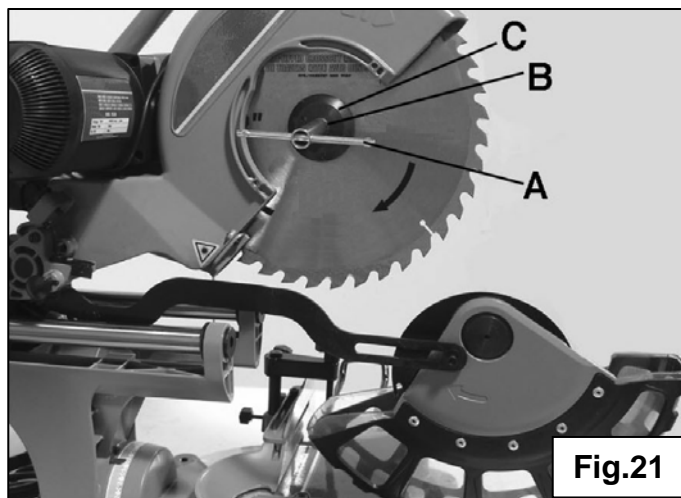

Fig.21
3. Tirate sulla placca verso il piano appoggio pezzo tenendo il proteggi lama verso il basso. Appoggiate il tutto al piano appoggio pezzo. Questo vi permetterà di accedere ad bullone della lama **Fig.21**.
5. Togliete la vite dell'albero utilizzando la chiave fornita **(A) Fig.21**.